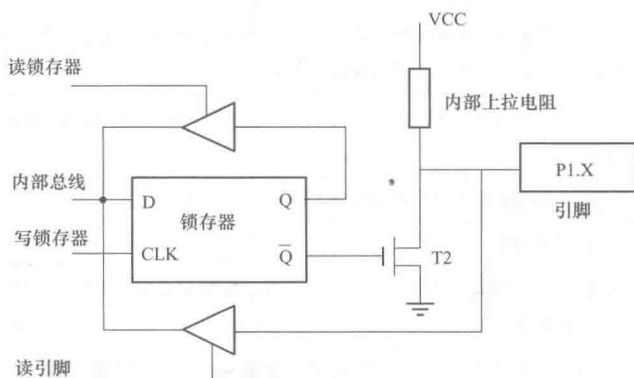

图 1-6 P1 口
2) P1 口（见图 1-6）。一般作通用 I/O 口使用，在电路结构上与 P0 口有一些不同之处。它不再需要多路转接电路 MUX，电路的内部有上拉电阻。与场效应管共同组成输出驱动电路。作为输出口使用时，能向外提供推拉电流负载，无需再外接上拉电阻。